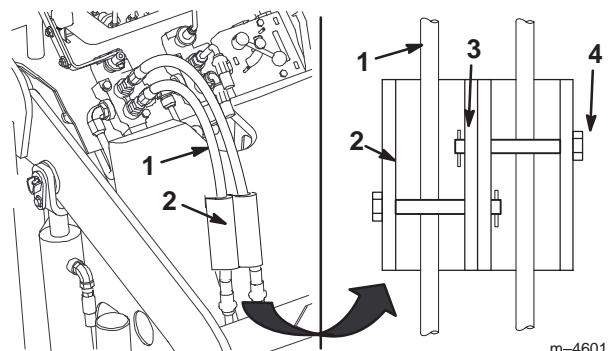

Figure 19
- Montez les dispositifs de verrouillage sur les flexibles hydrauliques, et fixez-les en position à l'aide des axes de chape et des goupilles fendues (Fig. 19).